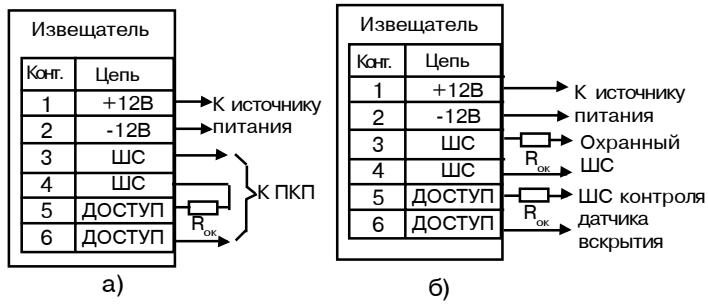

Рис.3
- выполните соединения согласно рис.За(для подключения в один ШС) и рис. 3б (с контролем датчика вскрытия отдельным ШС);